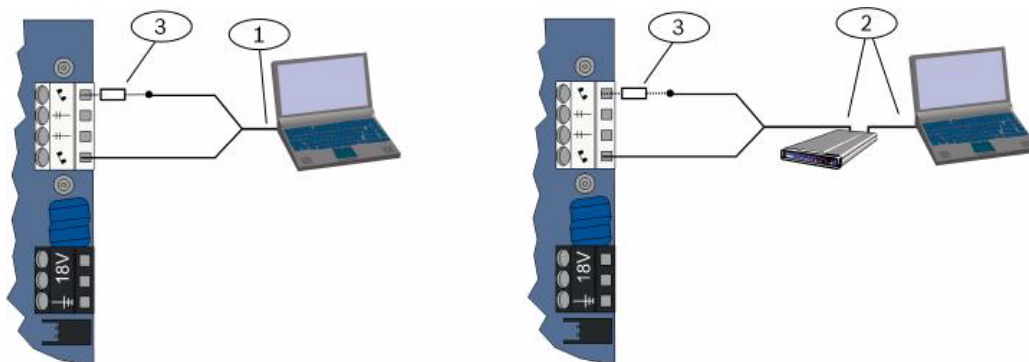

Bild 4.1 Modemanschlüsse
Siehe *Bild 4.1, Seite 40*.
3. Wenn der erste Verbindungsversuch fehlschlägt, einen 270 bis 330 Ω , ¼ W Widerstand in Serie mit der „Tip House“-Seite anschließen. Siehe *Bild 4.1, Seite 40*.